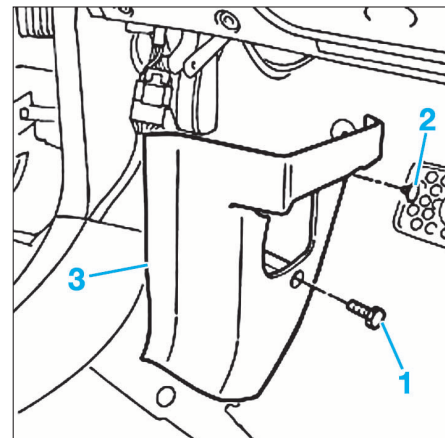

FIG. 99
• De chaque côté, déposer la vis (1), l'agrafe (2), afin d'extraire l'enjoliveur (3) (Fig.99).